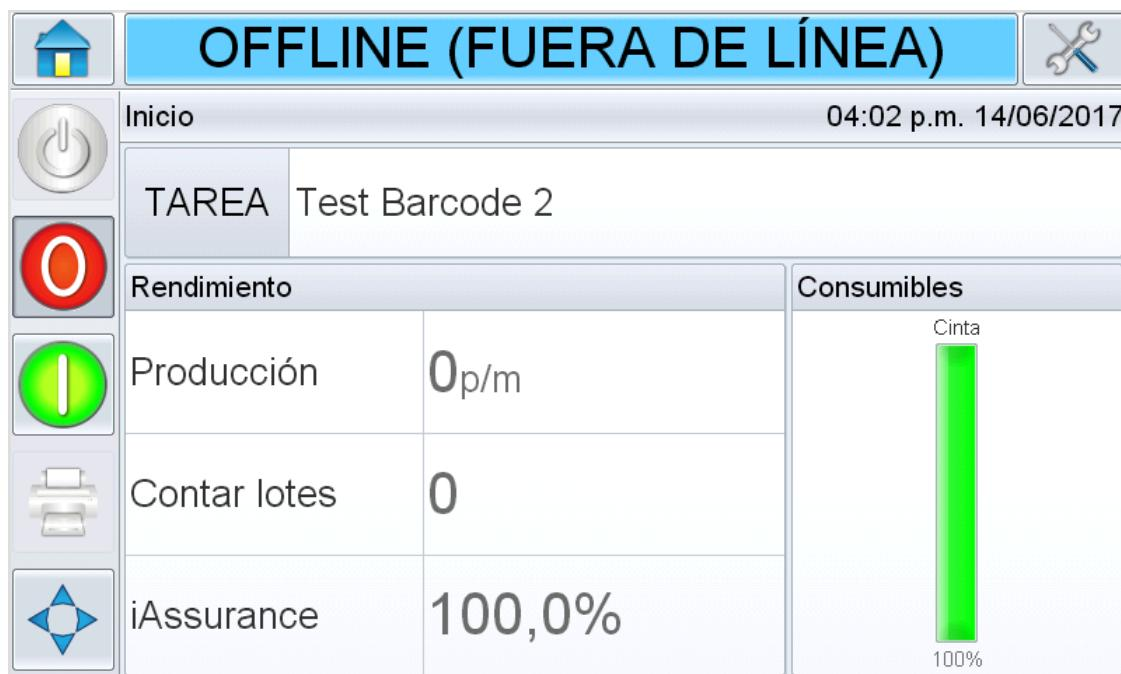

Figura 4-2: Página de inicio de CLARiTY en estado offline (fuera de línea)
La Figura 4-2 muestra la página de inicio de CLARiTY en estado OFFLINE (FUERA DE LÍNEA).
1. Asegúrese de que la impresora esté en estado OFFLINE (FUERA DE LÍNEA) (consulte Figura 4-2 en la página 4-2).